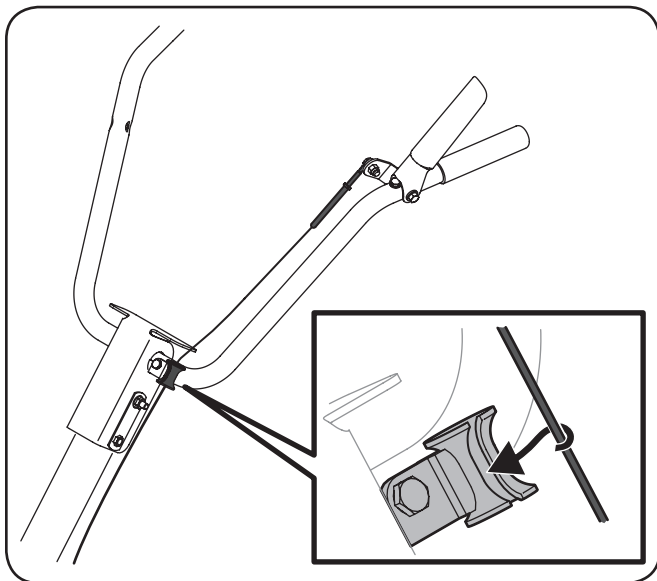

Figura 3-7
5. Cuando la palanca está en su lugar, insertar el cable del embrague en la guía de cable en el manija como se muestra en Figura 3-7.